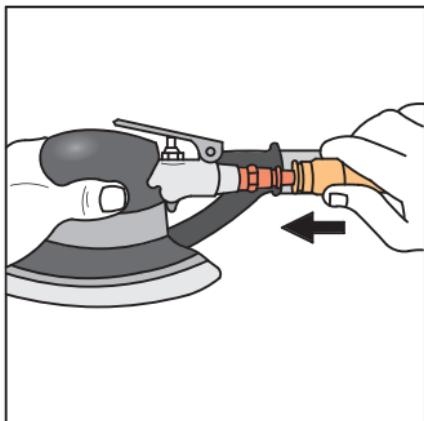

Рисунок 5 – Подключение пневмосистемы
5. Снимите защитный колпачок с воздухоприёмника и подсоедините его к пневмосистеме с давлением 6,5 бар (рис. 5).